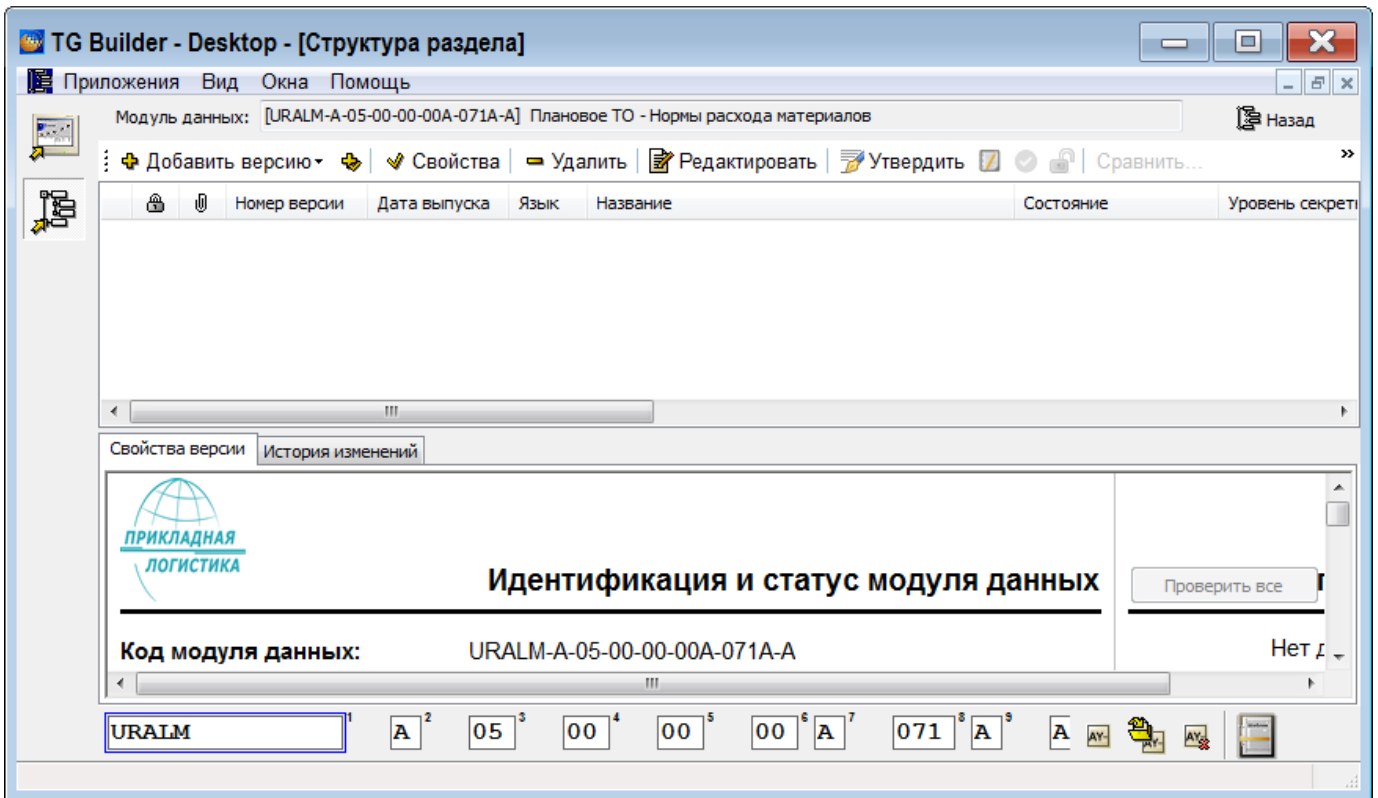

Рисунок 651
5) Выделите модуль данных. Войдите в редактор версий модуля данных, выбрав инструмент **Редактировать** в правой части диалогового окна **Структура раздела** или щелкните два раза левой кнопкой мыши по прямоугольнику элемента. Открывшееся диалоговое окно редактора версий состоит из двух окон (рисунок 651).